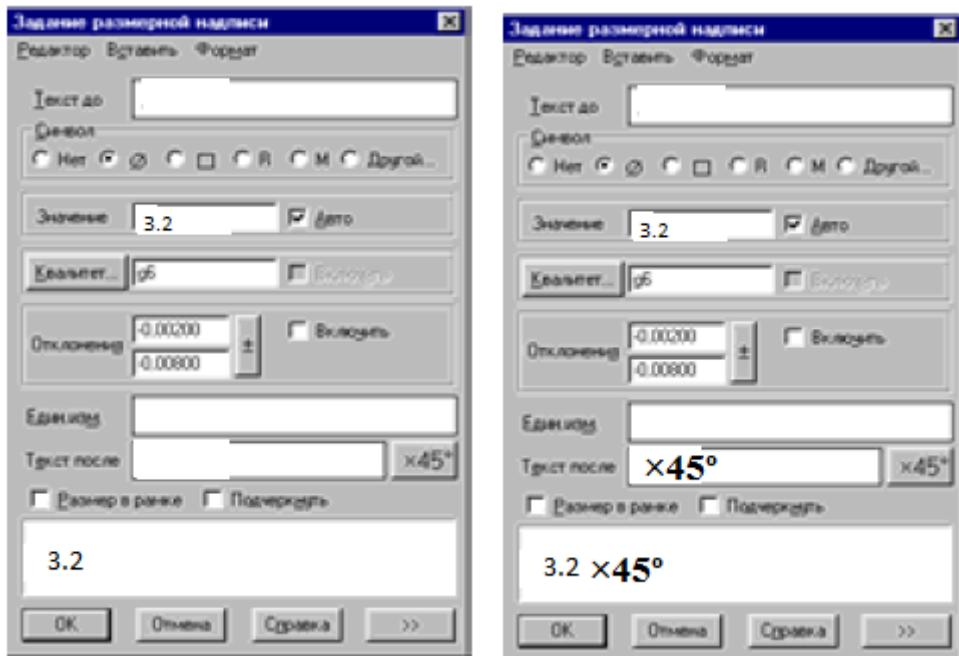

Рисунок 4
4. **Постановка размеров.** Для постановки размеров активизируйте кнопку «Размеры» и в открывшейся панели инструментов выберите кнопку - Линейный размер. Установите размер фаски 3,2. Для этого щелкните на первой и второй точках размера. На панели свойств объекта выберите тип (Горизонтальный). В окне размерной надписи появится выделенный размер, нажмите левую кнопку мыши. В появившемся окне Задание размерной надписи (см. рисунок 4) в блоке Текст после щелкните по кнопке $\times 45^\circ$, затем в нижней части окна нажмите для ввода текста под размерной надписью. На экране появилось дополнительное окно для ввода текста, в котором наберите «2 фаски», **ОК** (см. рисунок 4 а, б).
Рисунок 4а
Рисунок 4 б